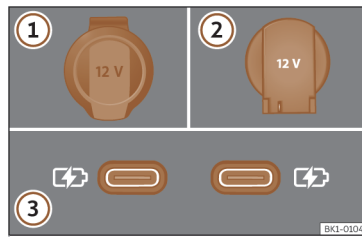

Fig. 125 Tomas de corriente de 12 voltios del vehículo.
>>> **fig. 125.**
En función del equipamiento y del país, el vehículo puede disponer también de conectores USB con función **exclusivamente de carga o toma de corriente**>>> **fig. 125 ③.**